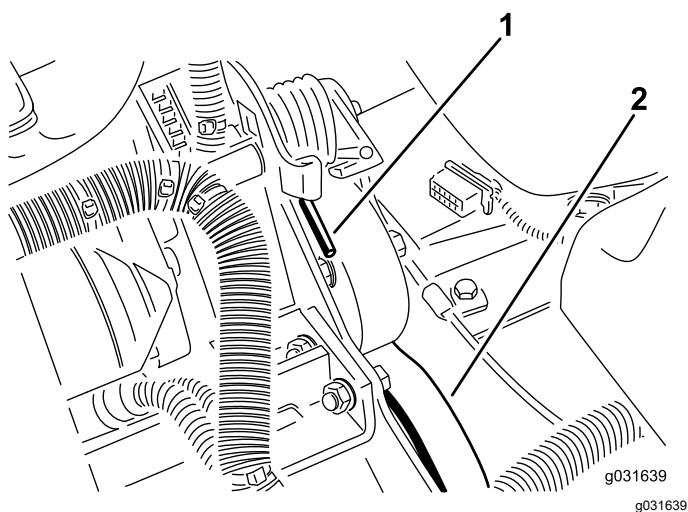

Figura 62
2. Empuje hacia adelante y hacia abajo sobre el extremo del muelle para desengancharlo del soporte y liberar la tensión (Figura 62).